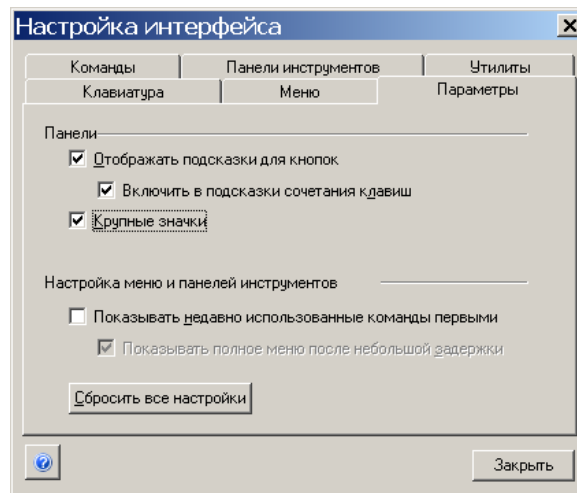

Рис. 1.8.
2.2. Выберите закладку **Параметры в меню **Сервис⇒Настройки интерфейса...** (рис. 1.8).**